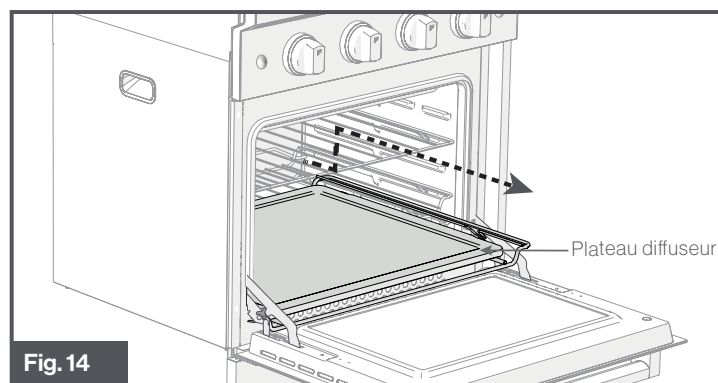

Fig. 14
- Pour insérer le **plateau diffuseur**, placez-le juste au-dessus de la position la plus basse. Le **plateau diffuseur** doit glisser vers l'arrière et s'abaisser une fois qu'il sera complètement enfoncé. (Fig. 14)